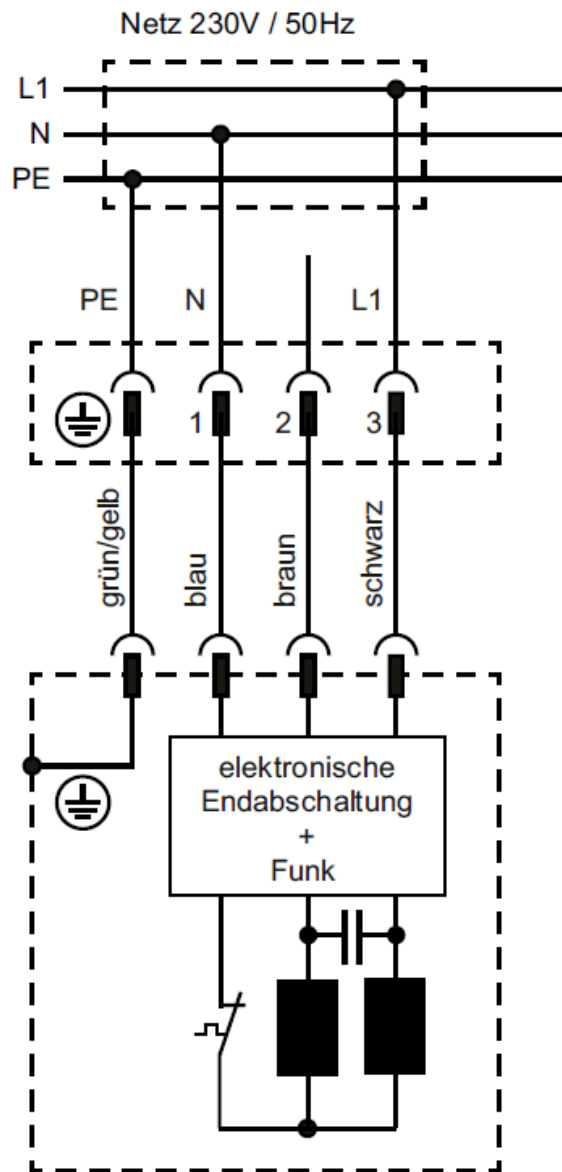

Abbildung 5-4: Verschaltungsplan
- Verkabeln Sie den Motor mit der Stromversorgung entsprechend dem Verschaltungsplan in Abbildung 5-4. Beachten Sie, dass Anschlussleitung 2 (braun) nicht belegt ist.